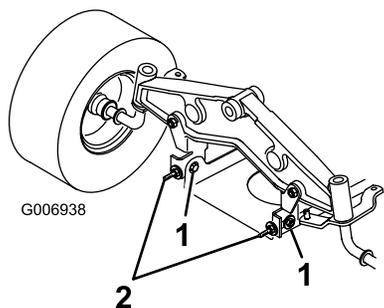

Figura 51
10. Allentate appena i bulloni di montaggio della piastra orientabile anteriore (Figura 51).
11. Girate i dadi di bloccaggio sui bulloni ad occhiello per effettuare la messa a punto (Figura 51).
12. Dopo avere regolato entrambi i dadi di bloccaggio del bullone ad occhiello, controllate nuovamente il livellamento longitudinale della lama. Continuate la regolazione dei bulloni a occhiello finché la punta della lama anteriore non è più bassa di 0-9 mm rispetto a quella posteriore (Figura 51).
13. Quando il livellamento longitudinale della lama è corretto, serrate i bulloni di montaggio della piastra del perno (Figura 51).